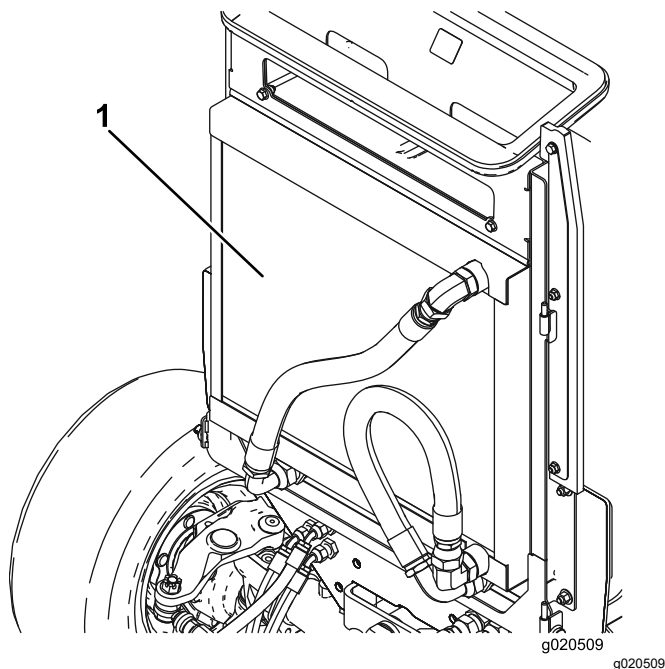

図 71
2. オイルクーラとラジエターの両方の裏表 図 71 を圧縮空気で丁寧に清掃する。機体の前側からエアを吹きつけて後ろ側にゴミを吹き飛ばします。その後、今度は後ろ側から前側に向かって吹きつけて清掃します。この作業を数回繰り返してごみやほこりを十分に落とす。